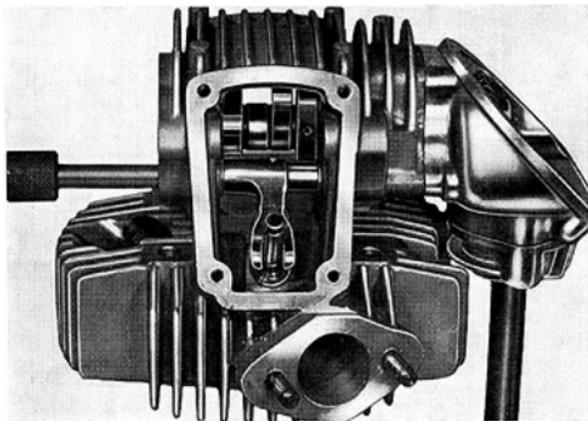

Fig. 11
- 6) Mediante l'attrezzo speciale a spina dis. 88713.0262 montare il bilanciere inferiore e spessorarla lateralmente fino ad ottenere oltre al perfetto centramento della forcella del bilanciere sul gambo della valvola, anche la completa eliminazione del gioco assiale (vedi fig. 11).
- 6) By means of special tool no. 88713.0262 fit lower rocker, placing shims laterally until a perfect centering of rocker fork on valve stem and no end play is got (see fig. 11).